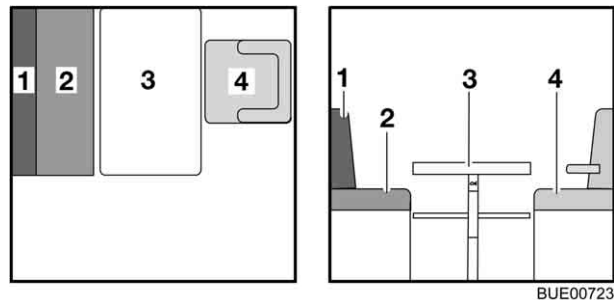

Fig. 76 Avant la transformation
- Tourner le siège conducteur (Fig. 76,4) et le pousser complètement vers l'avant.
- Convertir la table (Fig. 76,3) en sommier de lit (voir paragraphe 6.8).
- Placer le coussin de dossier (Fig. 76,1) de côté.